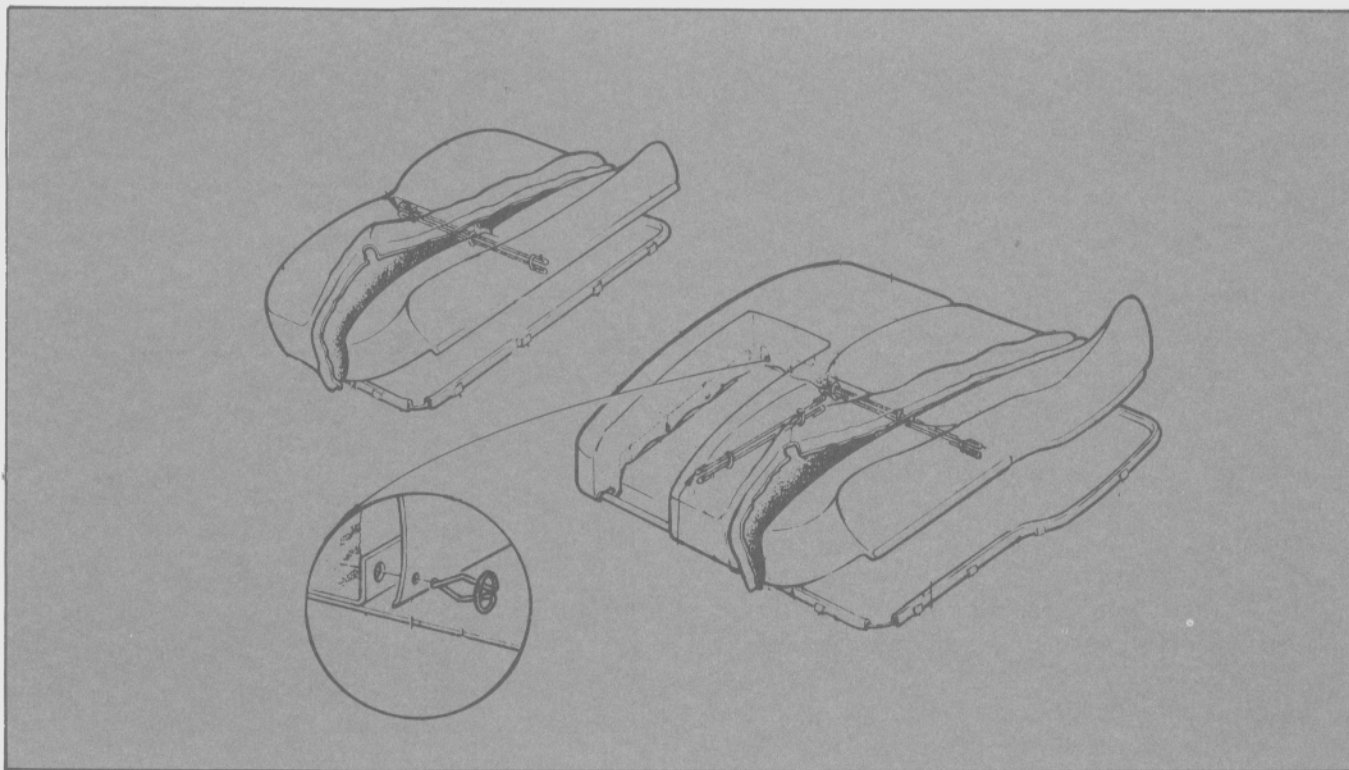

Fig. 34 - Tapizados de respaldos del asiento trasero.
1.21. Tapizados de respaldos de asientos traseros Reemplazo de fundas (Fig. 34)